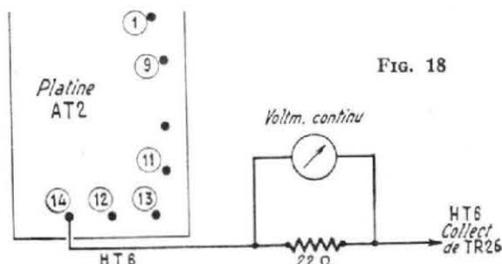

FIG. 18
j) Rebrancher les différentes connexions de l'alimentation en interposant la résistance de  $22 \Omega$  en série avec le fil HT6, comme on le montre à la figure 18.